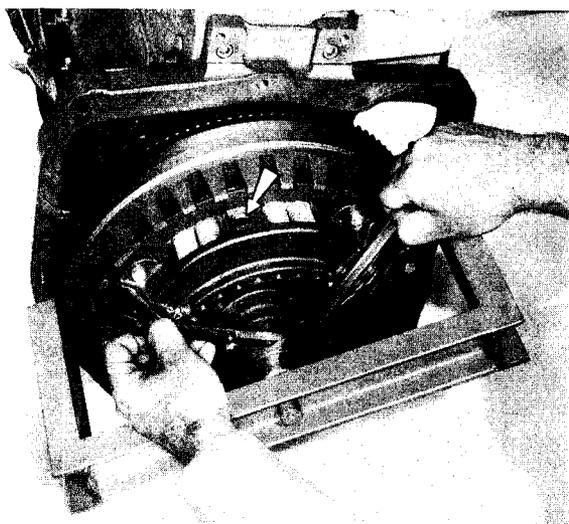
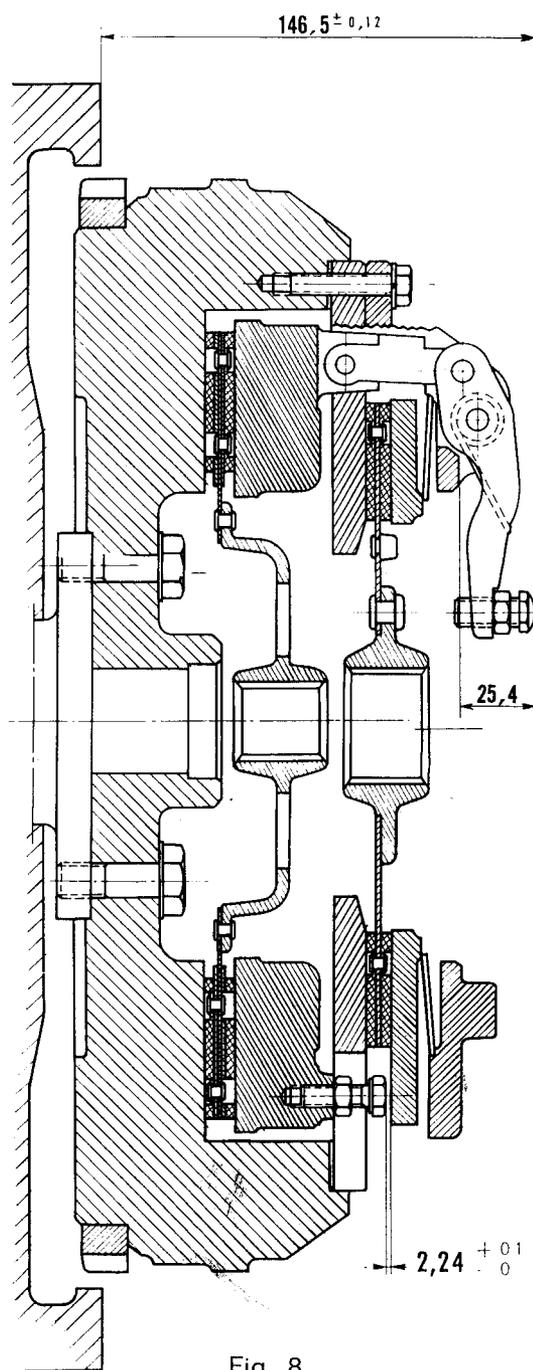
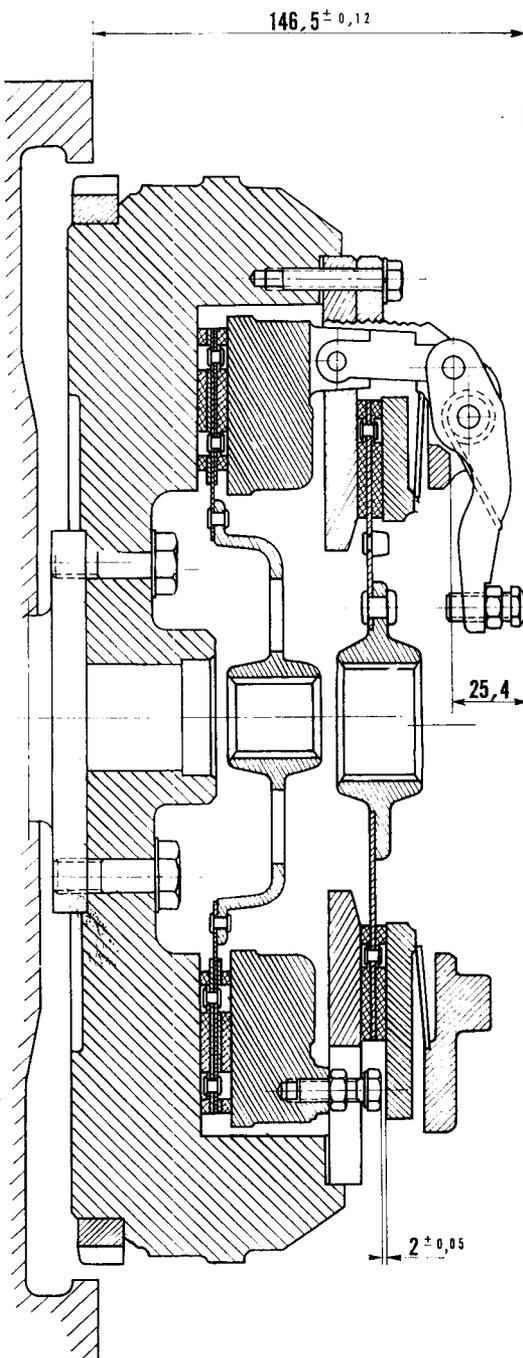

Fig. 7
Fig. 8
Fig. 9
- 1° Régler les leviers de l'embrayage en amenant les vis en contact avec la pièce mobile du pont ou utiliser une cale d'épaisseur la plus mince possible (0,04 ou 0,05 mm) (fig. 7).
(Voir la flèche de la fig. 7 et la fig. 8.)
(Voir la flèche de la fig. 7 et la fig. 9.)